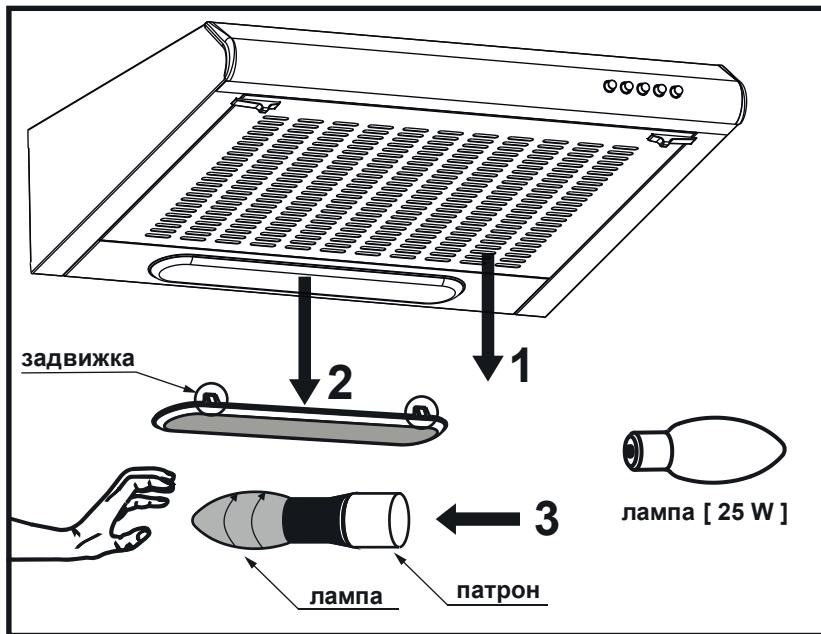

Рис. 9
- выкрутить лампочку освещения 3 из патрона против часовой стрелки, придерживая рукой с внутренней стороны (за плафоном) (**рис.9**);